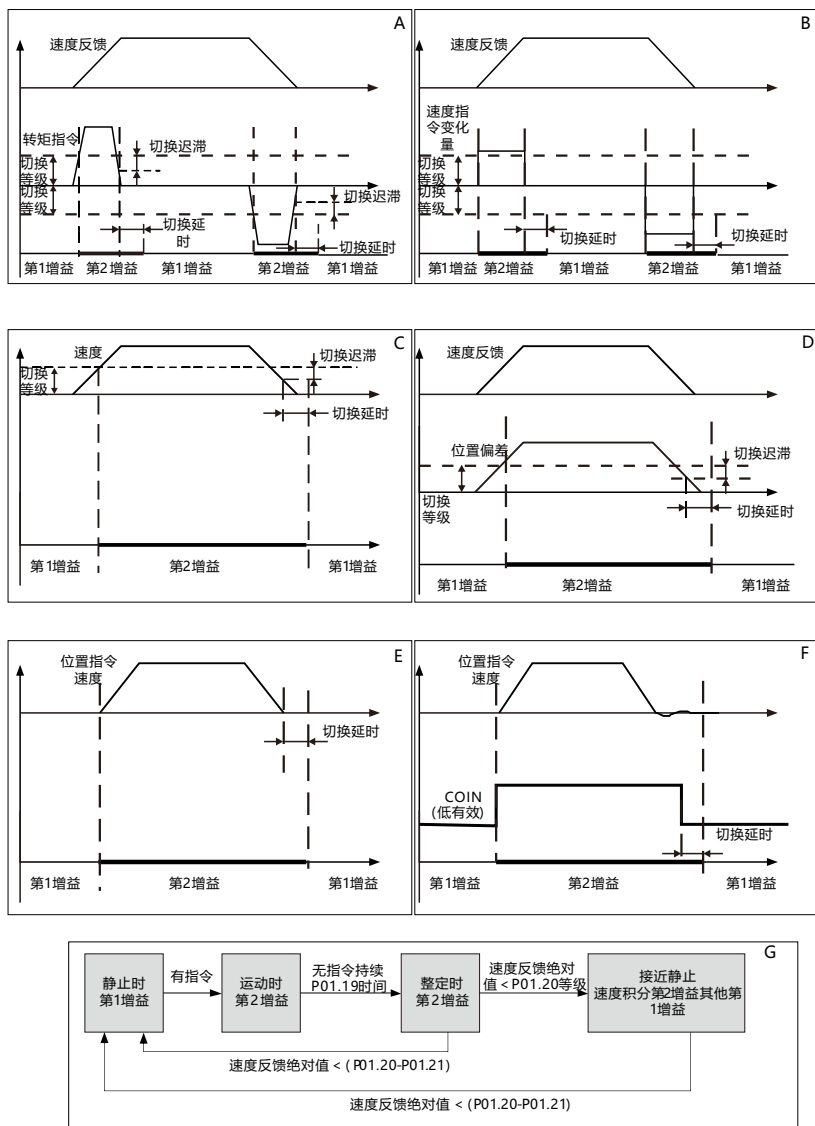

图8.5 各种条件下增益切换时序图
时序图请按编号在图8.5中查看。
3. 当P01.18等于10时, 各参数的定义与其他模式有所不同, 请仔细对照图8.5中的G图进行理解。